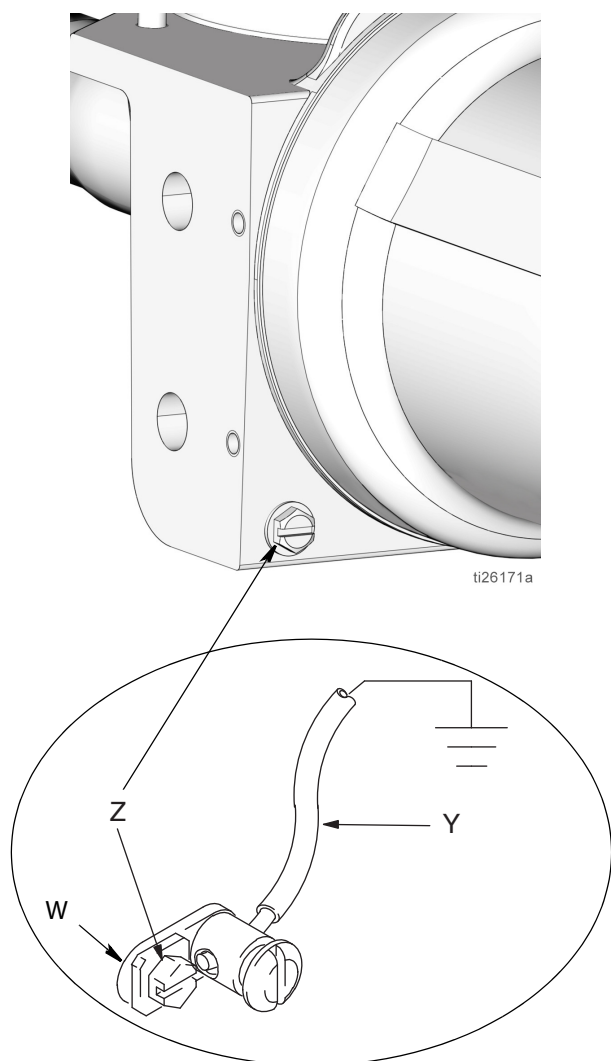

Рис. 2
**Каким образом заземлить насос:** Выкрутите болт заземления (Z), расположенный на задней стороне основания насоса, и вставьте его в проушину круглой клеммы (W) на конце провода заземления (Y). Вкрутите болт заземления (Z) обратно в основание насоса, и надежно затяните его. Подсоедините другой конец провода к точке истинного заземления. См. Рис. 2.